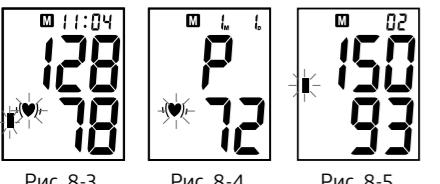

Рис. 8-3 Рис. 8-4 Рис. 8-5
- b. На дисплее появится количество сохраненных в памяти измерений, Рис. 8-1. Затем на дисплей будет выведен последний сохраненный результат (под номером 1), см. Рис. 8-2. Результат отображается следующим образом: сначала на дисплей выводятся значения давления (систолическое и диастолическое), время и уровень по шкале (Рис. 8-3), затем значение пульса и дата (Рис. 8-4). Так же будет отображаться мигающий символ аритмии сердца, если во время измерения она была обнаружена.